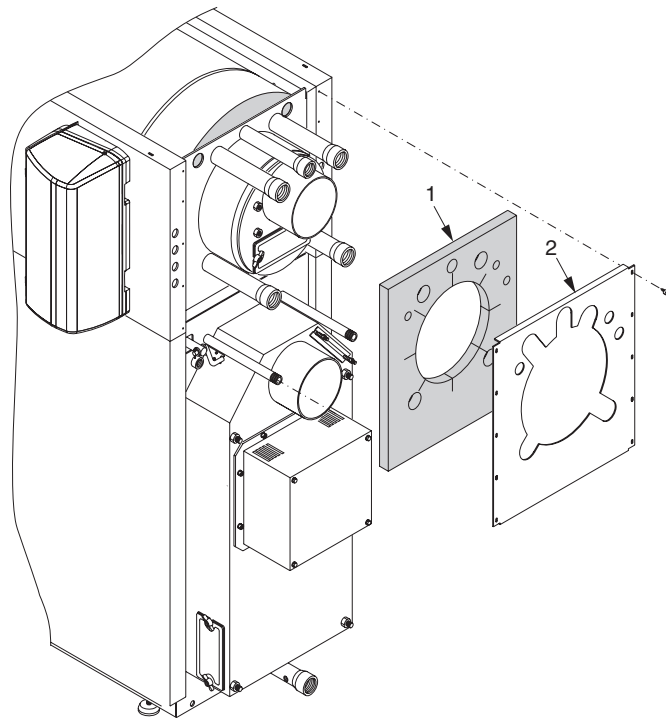

fig. 18
**Réf. fig.18**
- A) Monter le calorifuge arrière du foyer auxiliaire (pos.1).
- B) Monter le panneau arrière du foyer auxiliaire (pos.2), puis le fixer au moyen des vis fournies à cet effet.